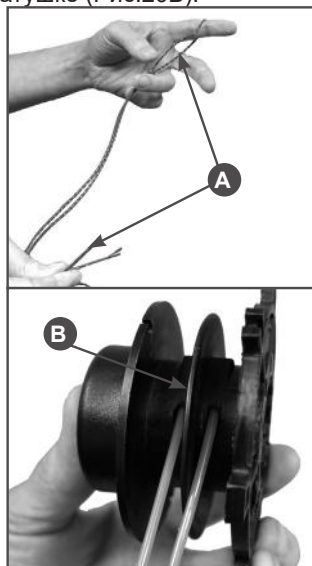

Рис. 20 Подготовка корда
2. Отрежьте корд длиной примерно 4 м. Сложите его вдвое и выровняйте концы корда загни и вставьте в отверстия в катушке (Рис.20А).